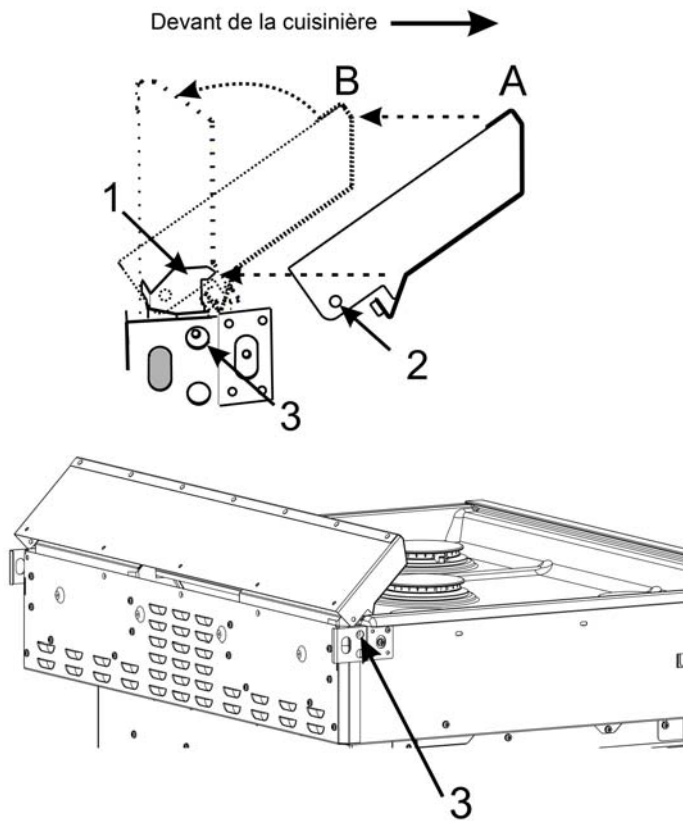

Figure 3: Positionnement du dossieret bas
8. Amenez le dossieret bas dans la position A (Voir Figure 3: Positionnement du dossieret bas), puis déplacez-le vers la position B (en engageant le dispositif d'alignement 1) (ces dispositifs peuvent ne pas correspondre exactement à l'illustration). Faites pivoter le dossieret bas en position verticale tout en alignant le trou 2 avec les trous 3 des deux côtés de la cuisinière.